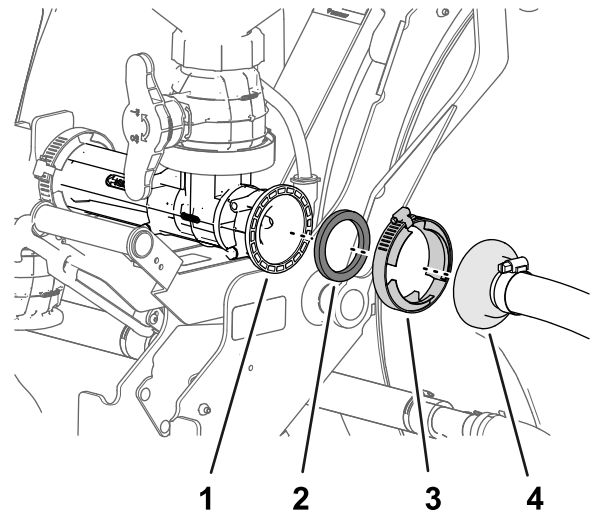

Figure 32
1. Fixez légèrement le raccord droit cannelé du flexible d'alimentation du mélangeur à la bride du mélangeur avec un joint et un collier bride (Figure 32).